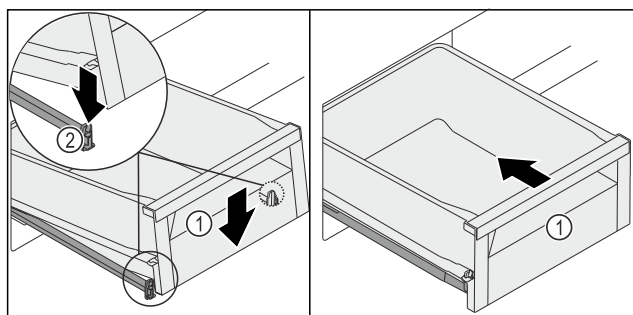

Fig. 129
- Spustíte zásuvku *Fig. 129 (1)* vpredu tak, aby zásuvka vľavo a vpravo sklzála do svorky *Fig. 129 (2)*.
- Zásuvka *Fig. 129 (1)* počuteľne zapadne.
- Zasuňte zásuvku *Fig. 129 (1)*.